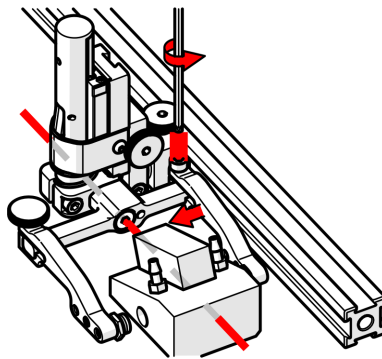

Abbildung 2-74 Einstellen des inneren Arms
1. Setzen Sie den Keil auf den inneren Prüfkopfhalterarm (siehe Abbildung 2-74 auf Seite 98).